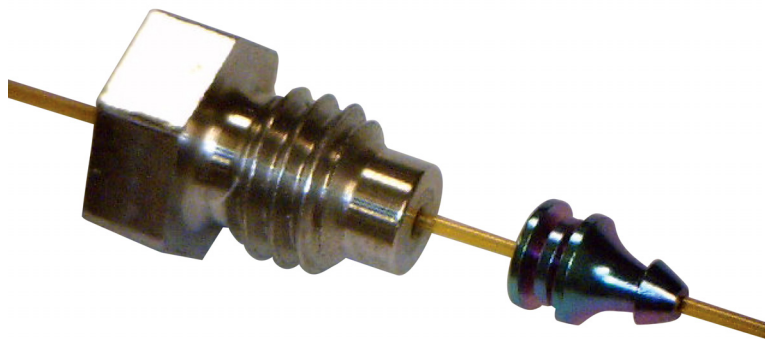

图 17. 套接到色谱柱和色谱柱螺母的密封垫圈
- 7 使用 1/4 英寸开口扳手再顺时针旋转色谱柱螺母 15 到 20 度，确保密封垫圈正确地套接到色谱柱上。请参阅图 17。